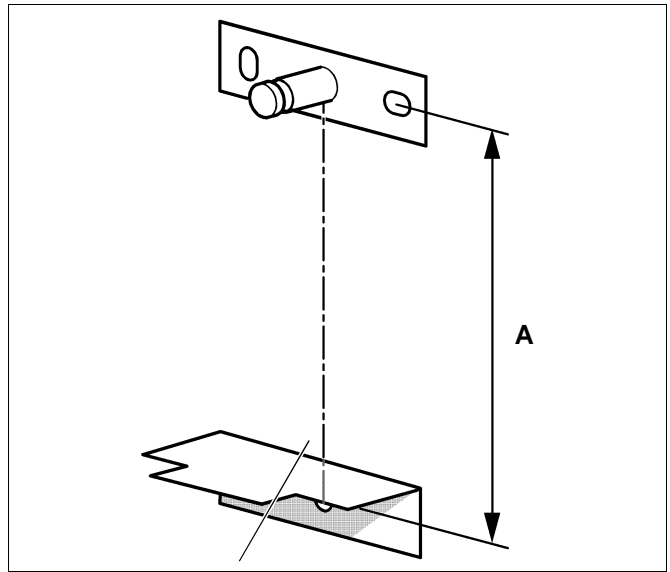

Fig. 8 Distanze – set idraulico per una utenza
- 1 La distanza fra il supporto sopra ed il distanziatore sotto, varia per il set ad una utenza (fig. 8), in dipendenza del tipo di set idraulico completo: